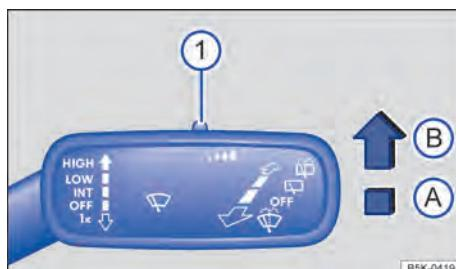

Fig. 78 À direita da coluna de direção: alavanca dos limpadores dos vidros.
→ Fig. 78:
A sensibilidade do sensor de chuva pode ser ajustada manualmente com o interruptor na alavanca dos limpadores dos vidros → Fig. 78 (1) → .